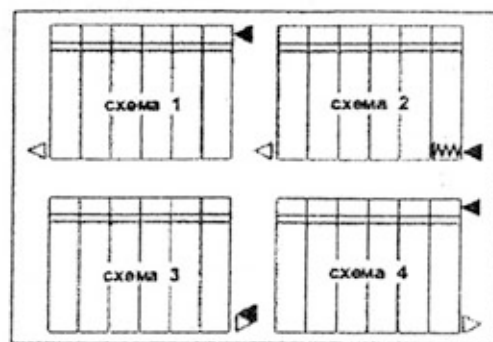

Рис. 2
- выбрать схему подключения (см. рисунок 2);